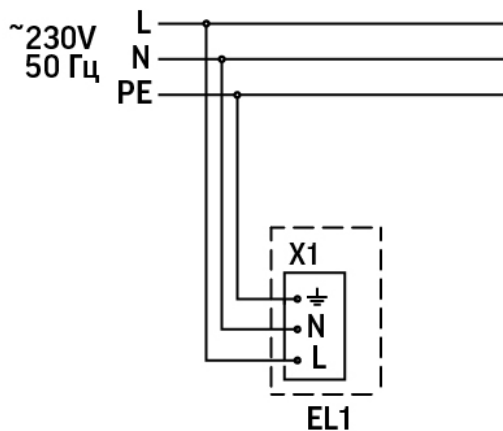

Рис. 1
- Электрическое подключение светильника осуществляется через клеммную колодку, установленную на внутренней поверхности корпуса светильника. Подключите сетевой провод к контактам клеммной колодки светильника строго в соответствии с маркировкой и схемой подключения (Рисунок 1). Сечение проводников кабеля должно быть не более 2,5 мм2. Важно! ЗАЗЕМЛИТЕ СВЕТИЛЬНИК!